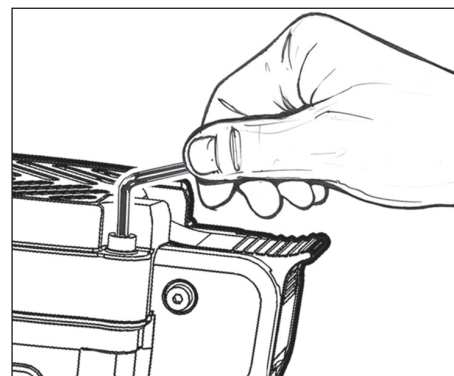

Figure 3
- Retirer le cache et le filtre à air. Dévisser les quatre vis d'assemblage à tête creuse (voir la figure 3).